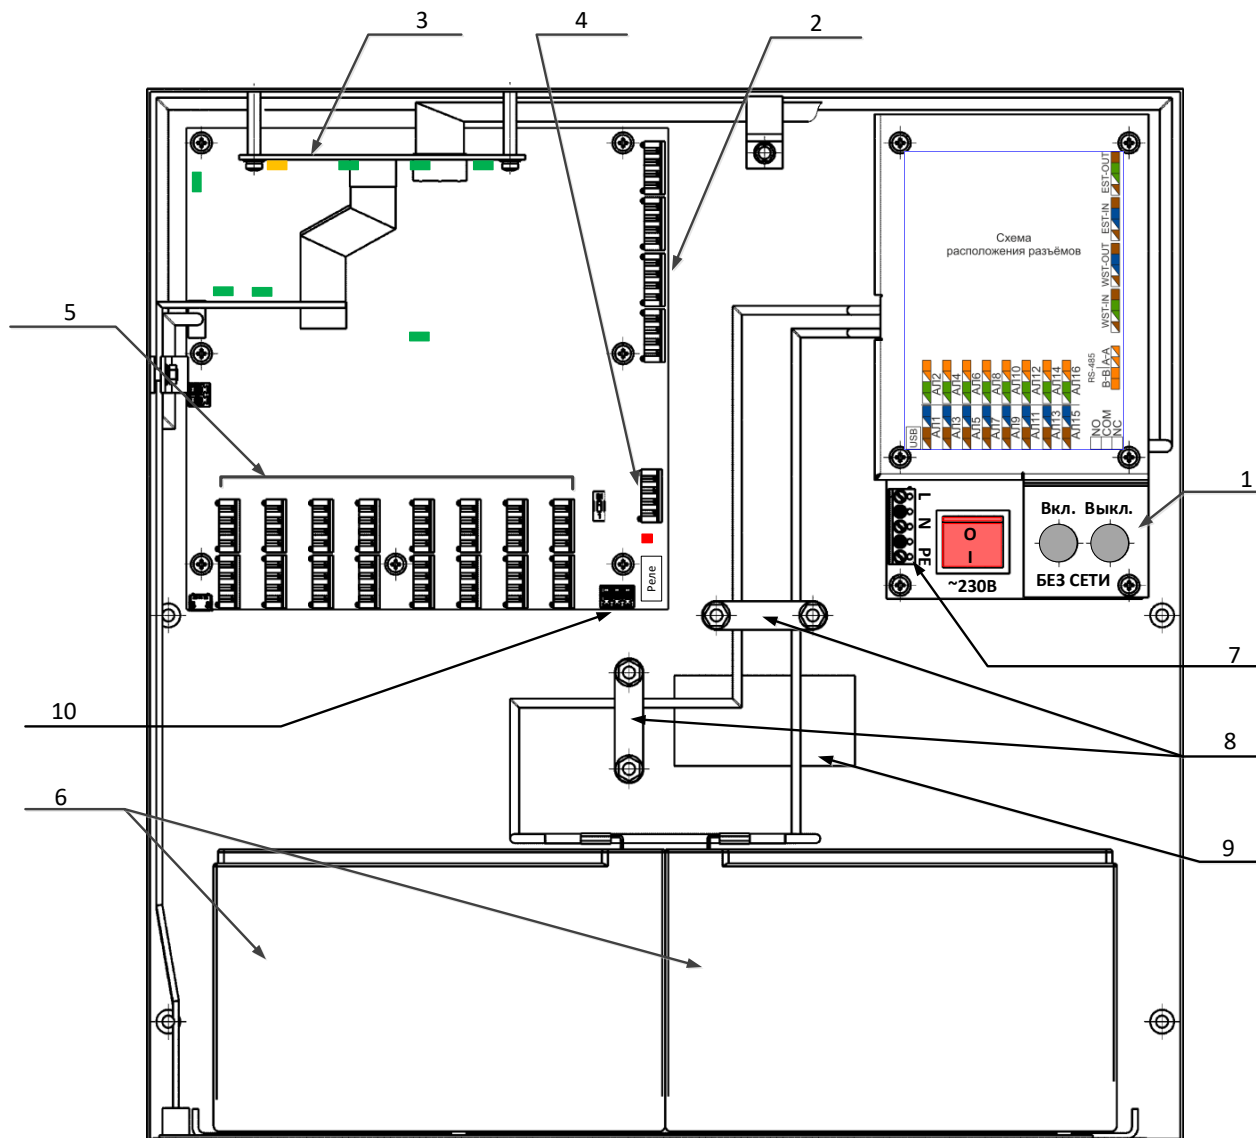
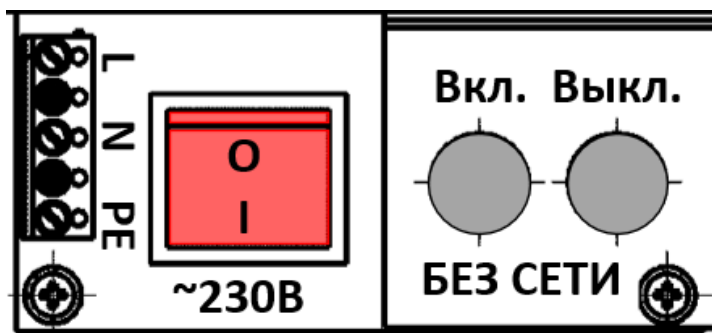

Рис. 2
Рис. 6
4.2. Для выполнения монтажных и регламентных работ с БС лицевая панель снимается (рис. 2).
6. Подключить электропитание от сети 230 В/50 Гц к колодке (рис. 2, поз. 7).
На модуле установлено реле и выведены сигналы на клеммы ХР6 (рис. 2, поз. 11). Реле срабатывает при возникновении любой неисправности блока на линии СЛ или АЛ. К клеммам может быть подключено внешнее световое табло или звуковой излучатель для оповещения о неисправности.
Блок БС оснащен источником бесперебойного электропитания (ИБП), который обеспечивает работу от первичной сети, а в случае пропадания первичной сети происходит автоматический переход на работу от двух аккумуляторных батарей (АКБ) *. ИБП обеспечивает контроль заряда, температуры и наличие подключения АКБ. Включение и выключение БС выполняется с панели управления электропитания (рис. 2, поз. 1).
При наличии сети 230 В включить выключатель «230 В». Блок БС включиться, будет выполнено подключение и проверка аккумуляторов (см. рис. 6). При пропадании в процессе работы сети 230 В ИБП автоматически перейдет на работу от АКБ. При переходе на резерв БС отправит сообщение о пропадании 230 В и переходе на работу от АКБ.
Включение от АКБ выполняется кнопкой «ВКЛ», расположенной в блоке кнопок «БЕЗ СЕТИ» (см. рис. 6). Для включения необходимо нажать кнопку и удерживать, пока не начнет светиться индикатор «АКБ» на панели индикации (поз. 3, рис. 2). Блок БС включится, но выдаст сообщение на ПД, что на входе блока отсутствует сеть 230 В. При критическом разряде АКБ блок БС отправит сообщение о низком напряжении на АКБ и индикатор «АКБ» будет мигать.